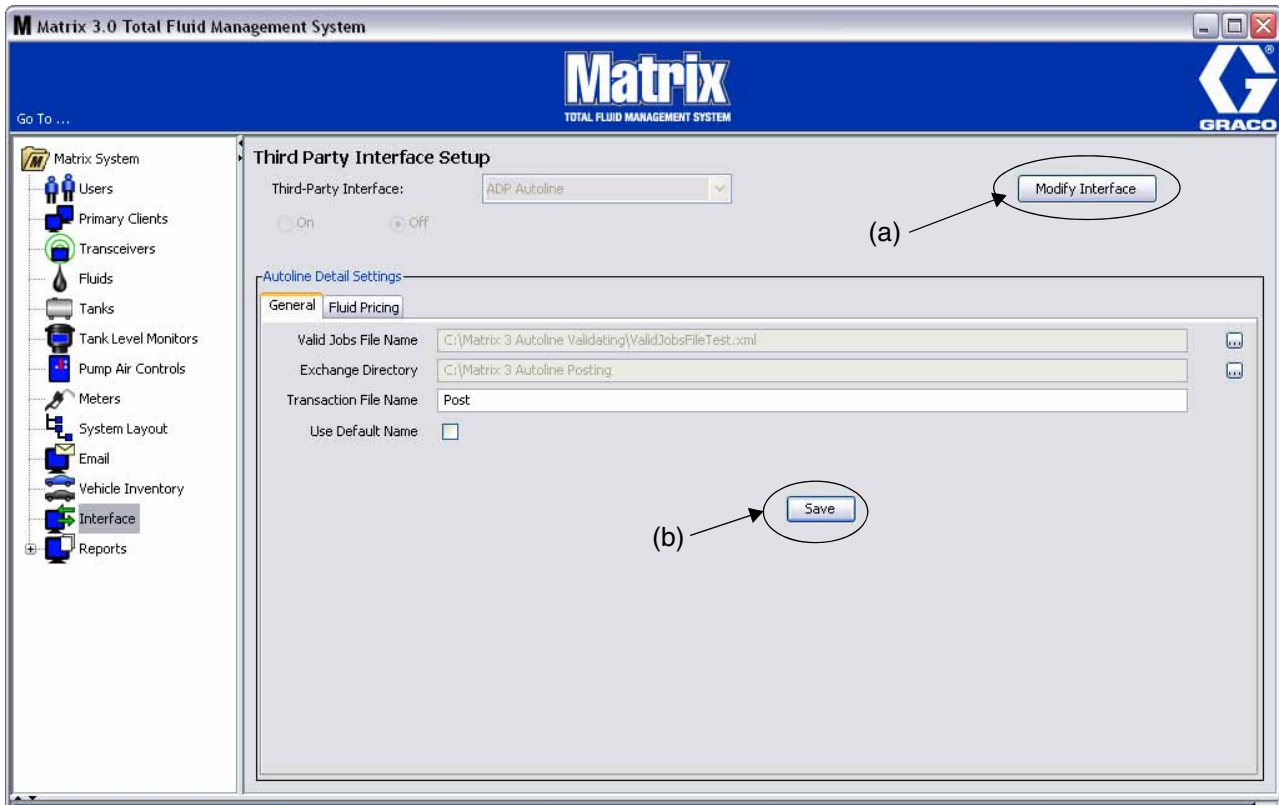
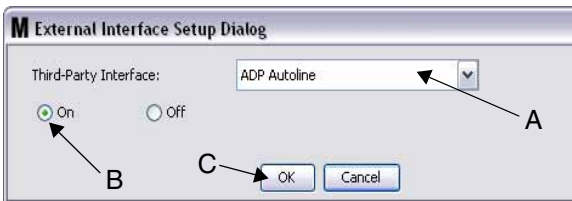

FIG. 1
FIG. 3 Diálogo de configuración de la interfaz externa
- **Botón Modify Interface (Modificar interfaz) (a):** Si hace clic sobre el botón, se muestra el cuadro de diálogo External Interface Setup (Configuración de la interfaz externa) en FIG. 3, página 5. Este cuadro de diálogo se utiliza para especificar la interfaz de terceros que está utilizando.
1. Haga clic en el botón **Modify Interface** (Modificar interfaz) (b) (FIG. 1). Aparece el cuadro de diálogo External Interface Setup (Configuración de la interfaz externa) de FIG. 3. Este cuadro de diálogo se utiliza para especificar la interfaz de terceros que está utilizando.
2. En el menú desplegable (A - FIG. 3), seleccione ADP Autoline.
3. Haga clic en **“ON”** (Activado) (B - FIG. 3). Third Party Interface hace posible que Matrix utilice la interfaz de terceros.
4. Haga clic en el botón **OK** (Aceptar) (C - FIG. 3) para cerrar la pantalla y confirmar su selección.